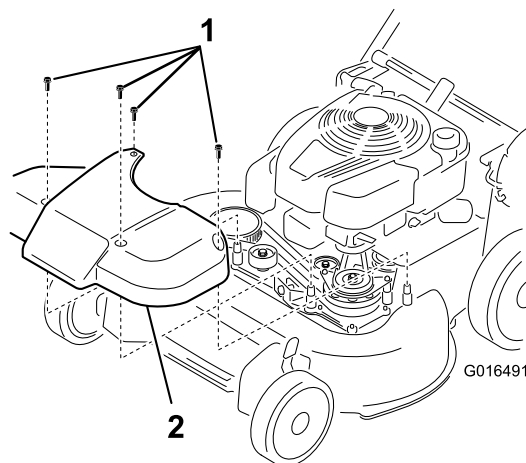

Рисунок 35
1. Снимите крышку системы привода ножей (Рисунок 35).